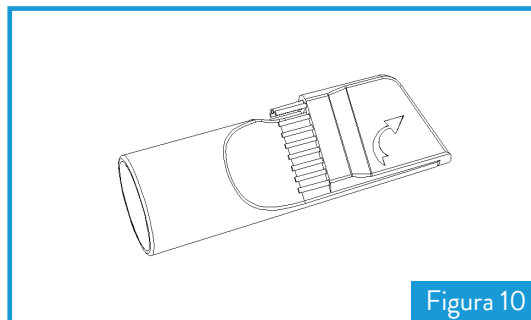

Figura 10
1. Puede utilizar el cepillo compacto (figura 10) en rincones y aberturas.